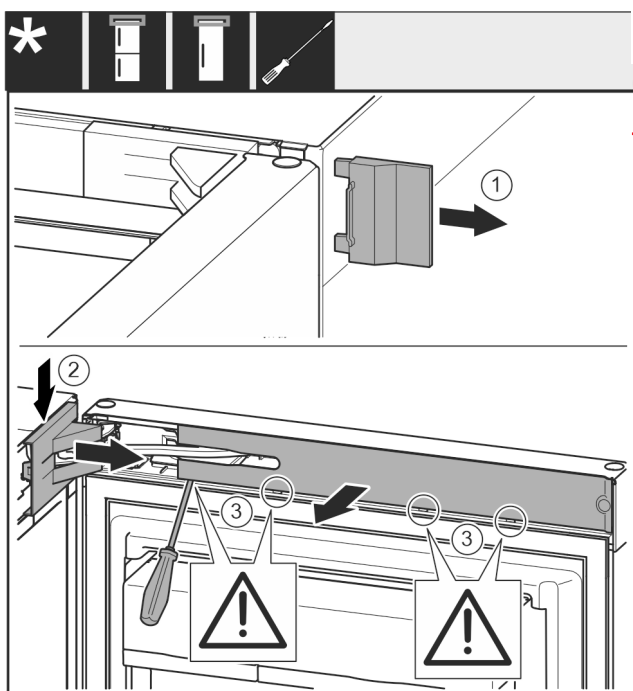

Fig. 8
► Снимите крышку Fig. 8 (1).
► При помощи отвертки отцепите крышку опорного кронштейна Fig. 8 (2) и отсоедините ее.
► Снимите крышку опорного кронштейна Fig. 8 (2).
► При помощи шлицевой отвертки отцепите накладку Fig. 8 (3) и отведите ее в сторону.